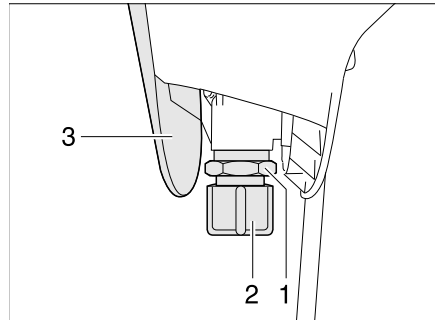

Bild 246 Ventil Vakuum-Toilette
- Abdeckung (Bild 246,3) entfernen.
- Verschlusskappe (Bild 246,2) abschrauben.
- Geeignetes Gefäß unter das Ventil (Bild 246,1) stellen.